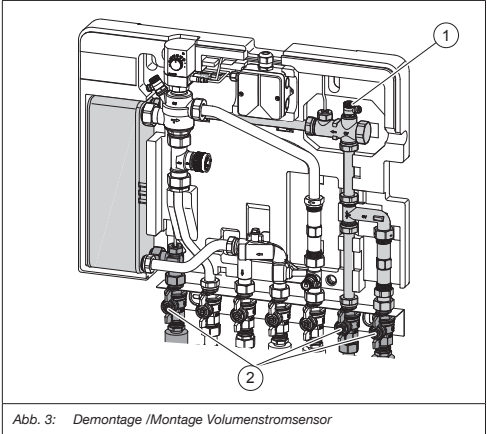

Abb. 3: Demontage /Montage Volumenstromsensor
2. Öffnen Sie das Entlüftungsventil (siehe Abb. 3 (1)) am Volumenstromsensor, um die Leitung drucklos zu machen.